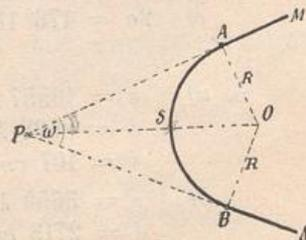

Fig. 28.
8. Zwei in ebenem Gelände führende geradlinige Bahnstrecken  $MA$  und  $NB$  (Fig. 28), welche mit einander den Winkel  $\omega$  einschließen, sollen durch einen Kreisbogen vom Halbmesser  $R$  mit einander verbunden werden. Man berechne die „Tangentenlänge“  $PA$  und  $PB$ , und die Entfernung des Bogenscheitels  $S$  von dem Winkelpunkte  $P$ , wenn